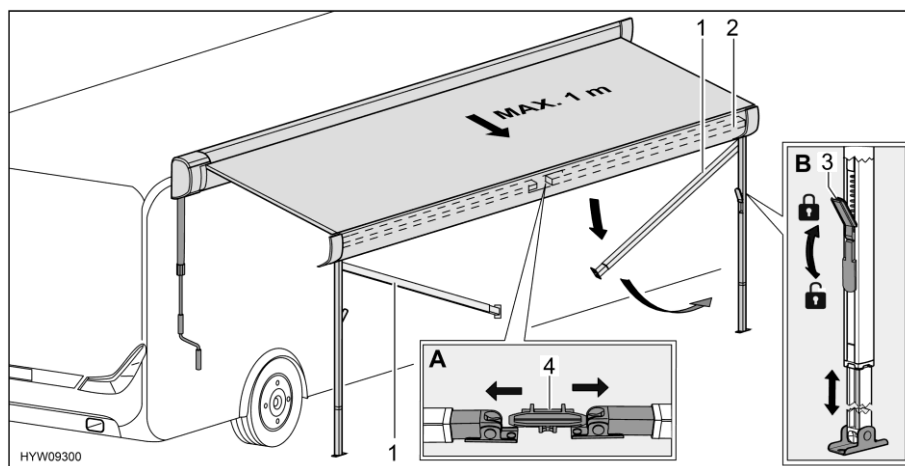

Fig. 44 Préparer les pieds d'appui
- Détacher les pieds d'appui (Fig. 44,1) de sur leur support (Fig. 44,4) situé dans le listeau frontal (Fig. 44,2). Pousser pour ce faire légèrement les pieds d'appui vers l'extérieur (Fig. 44,A).
- Débloquer les dispositifs de verrouillage (Fig. 44,3) des pieds d'appui. Pour ce faire, rabattre le levier de verrouillage vers le bas.
- Faire sortir la partie inférieure des pieds d'appui à la longueur désirée (Fig. 44,B).
- Bloquer les dispositifs de verrouillages (Fig. 44,3) des pieds d'appui. Pour ce faire, rabattre le levier de verrouillage vers le haut.